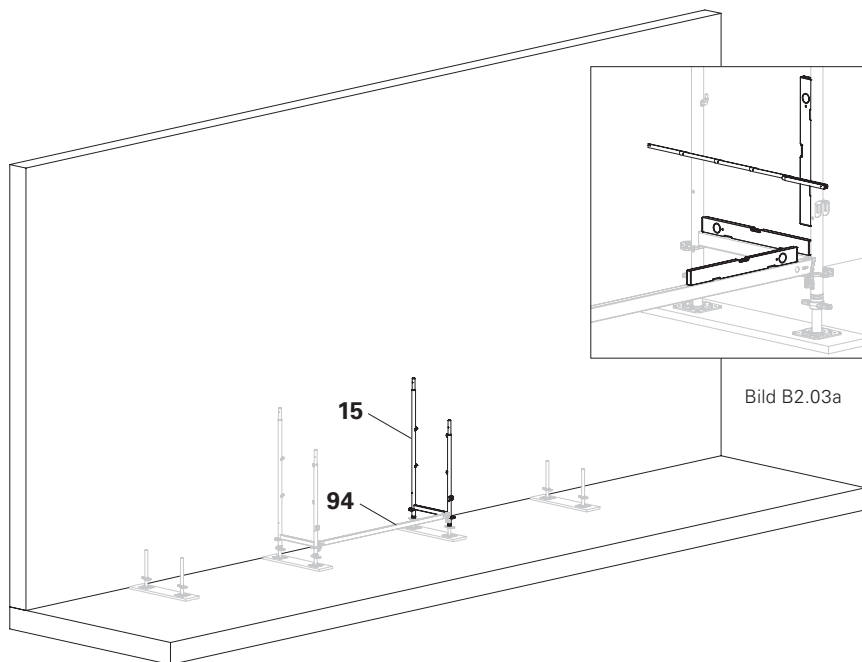

Bild B2.03
5. Slå fast horisontalbalkens UH (94) kilar med ett slag. (Bild B2.03)